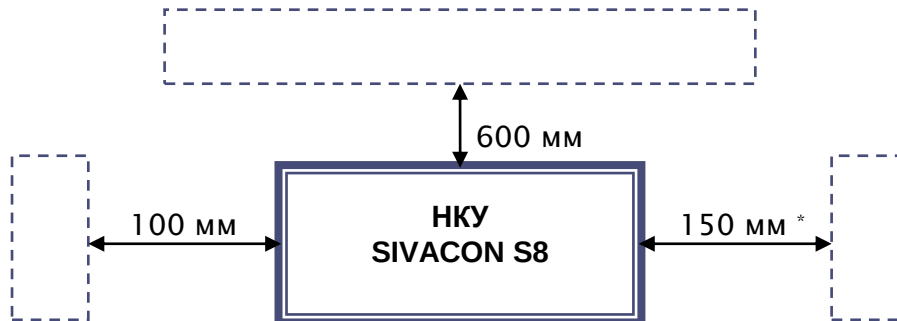

Рисунок 15
- При установке НКУ SIVACON S8 двухстороннего обслуживания должны соблюдаться следующие минимальные расстояния от НКУ SIVACON S8 до стен помещений (см. рисунок 15):